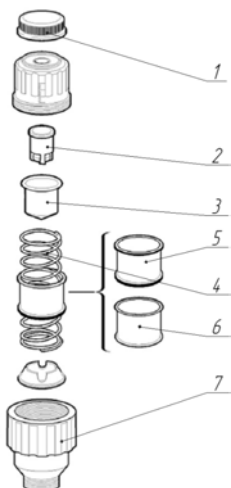

Рисунок 5.10 – Обслуживание вакуум-регулятора:
Отметьте положение верхней части регулятора (убедитесь в правильности уровня вакуума). Демонтируйте регулятор. С помощью щетки почистите экран (1) (рис. 5.10).
Проверяйте уплотнение (5) (рис. 5.10). При необходимости замените.